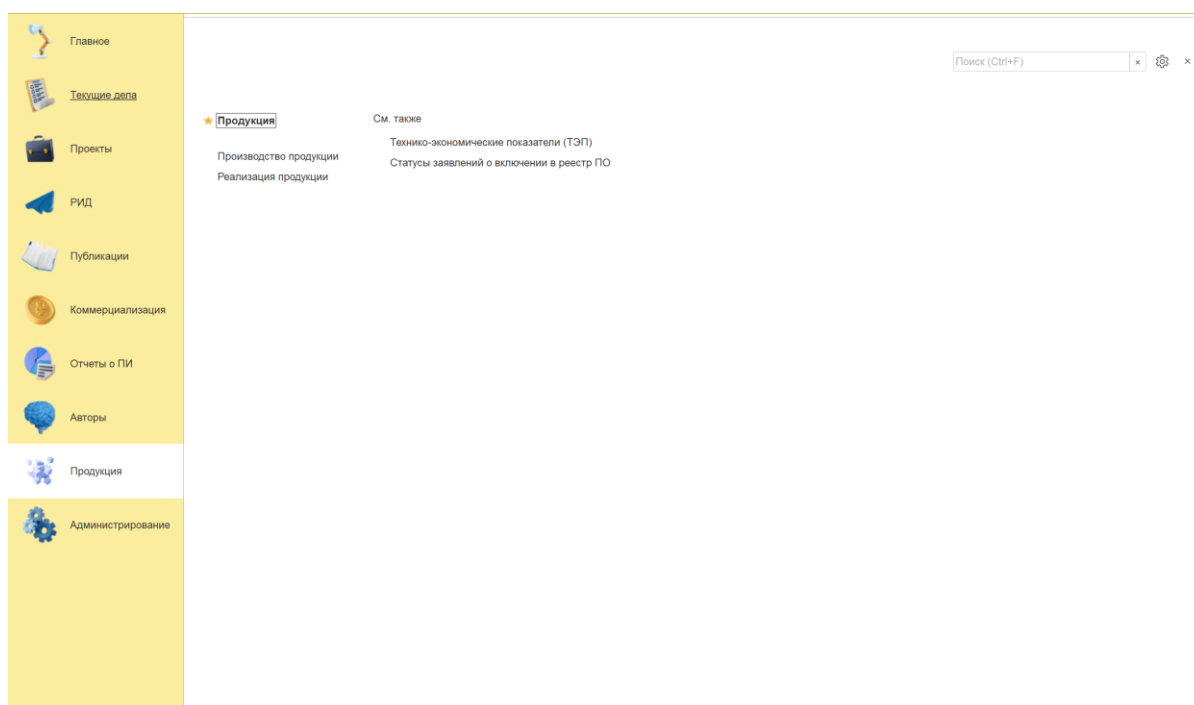

Рисунок 15 – Раздел «Производство»
Раздел состоит из следующих подразделов и справочников (см. Рисунок 15):
- 1) в панели навигации выбрать раздел «Производство» (см. Рисунок 14). В рабочей области будут отображены вкладки раздела «Производство» (см. Рисунок 15);